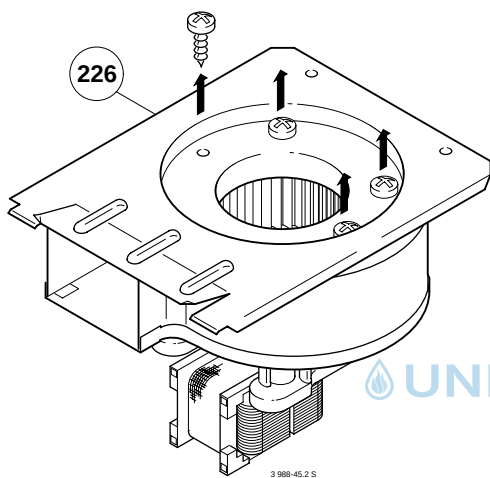
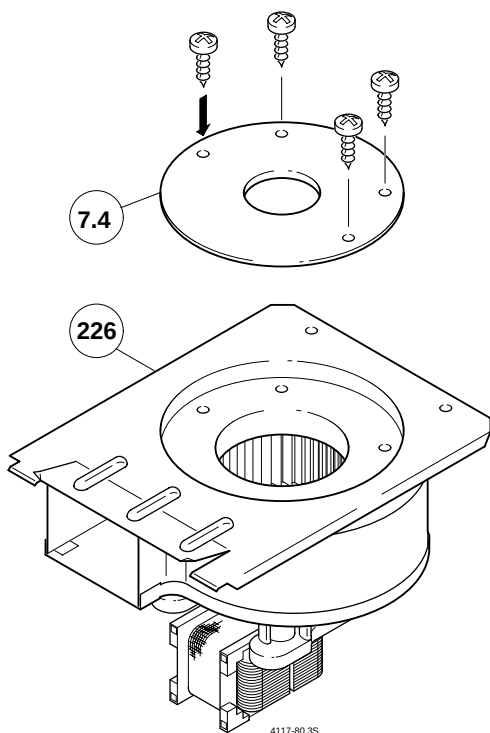

Bild 14
Bild 15
- Schrauben an der Saugseite des Abgasventilators (226) entfernen (Bild 14) und Drosselscheibe Ø 63 (7.4) an der Saugseite des Abgasventilators (226) befestigen (Bild 15).